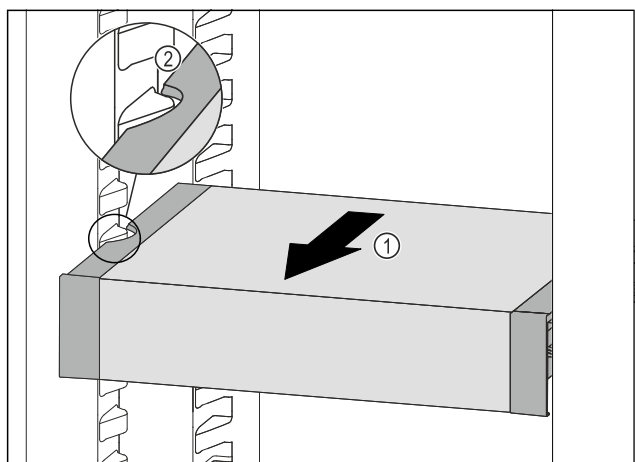

Fig. 107
- Ladicu VarioSafe vucite prema naprijed Fig. 107 (1) sve dok se bočni otvori ladice VarioSafe ne nađu na visini žlijeba spremnika u hladnjaku. Fig. 107 (2)